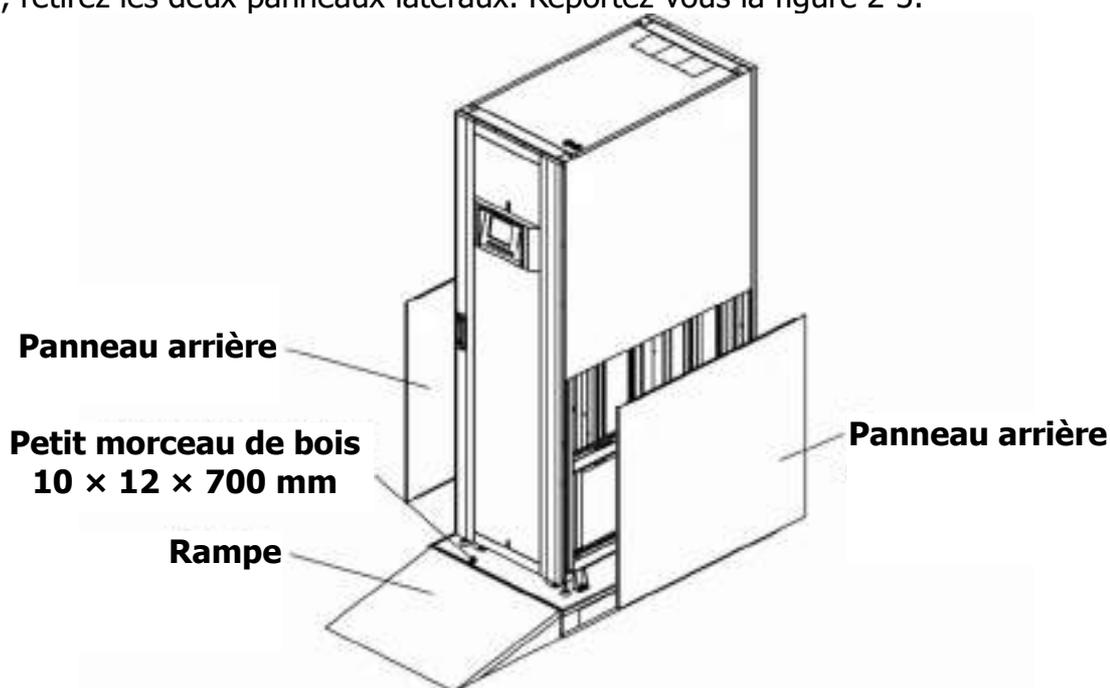

Figure 2-3
3. Placez une rampe devant l'armoire et insérez un petit morceau de bois dans la rainure. Ensuite, retirez les deux panneaux latéraux. Reportez-vous la figure 2-3.